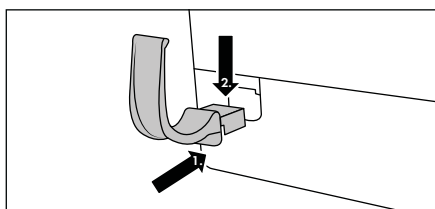

Fig. 1
- ◆ Inserire il reggitubo **16** nel foro dell'apparecchio e spingerlo verso il basso per fissarne la tenuta (vedere Fig. 1).